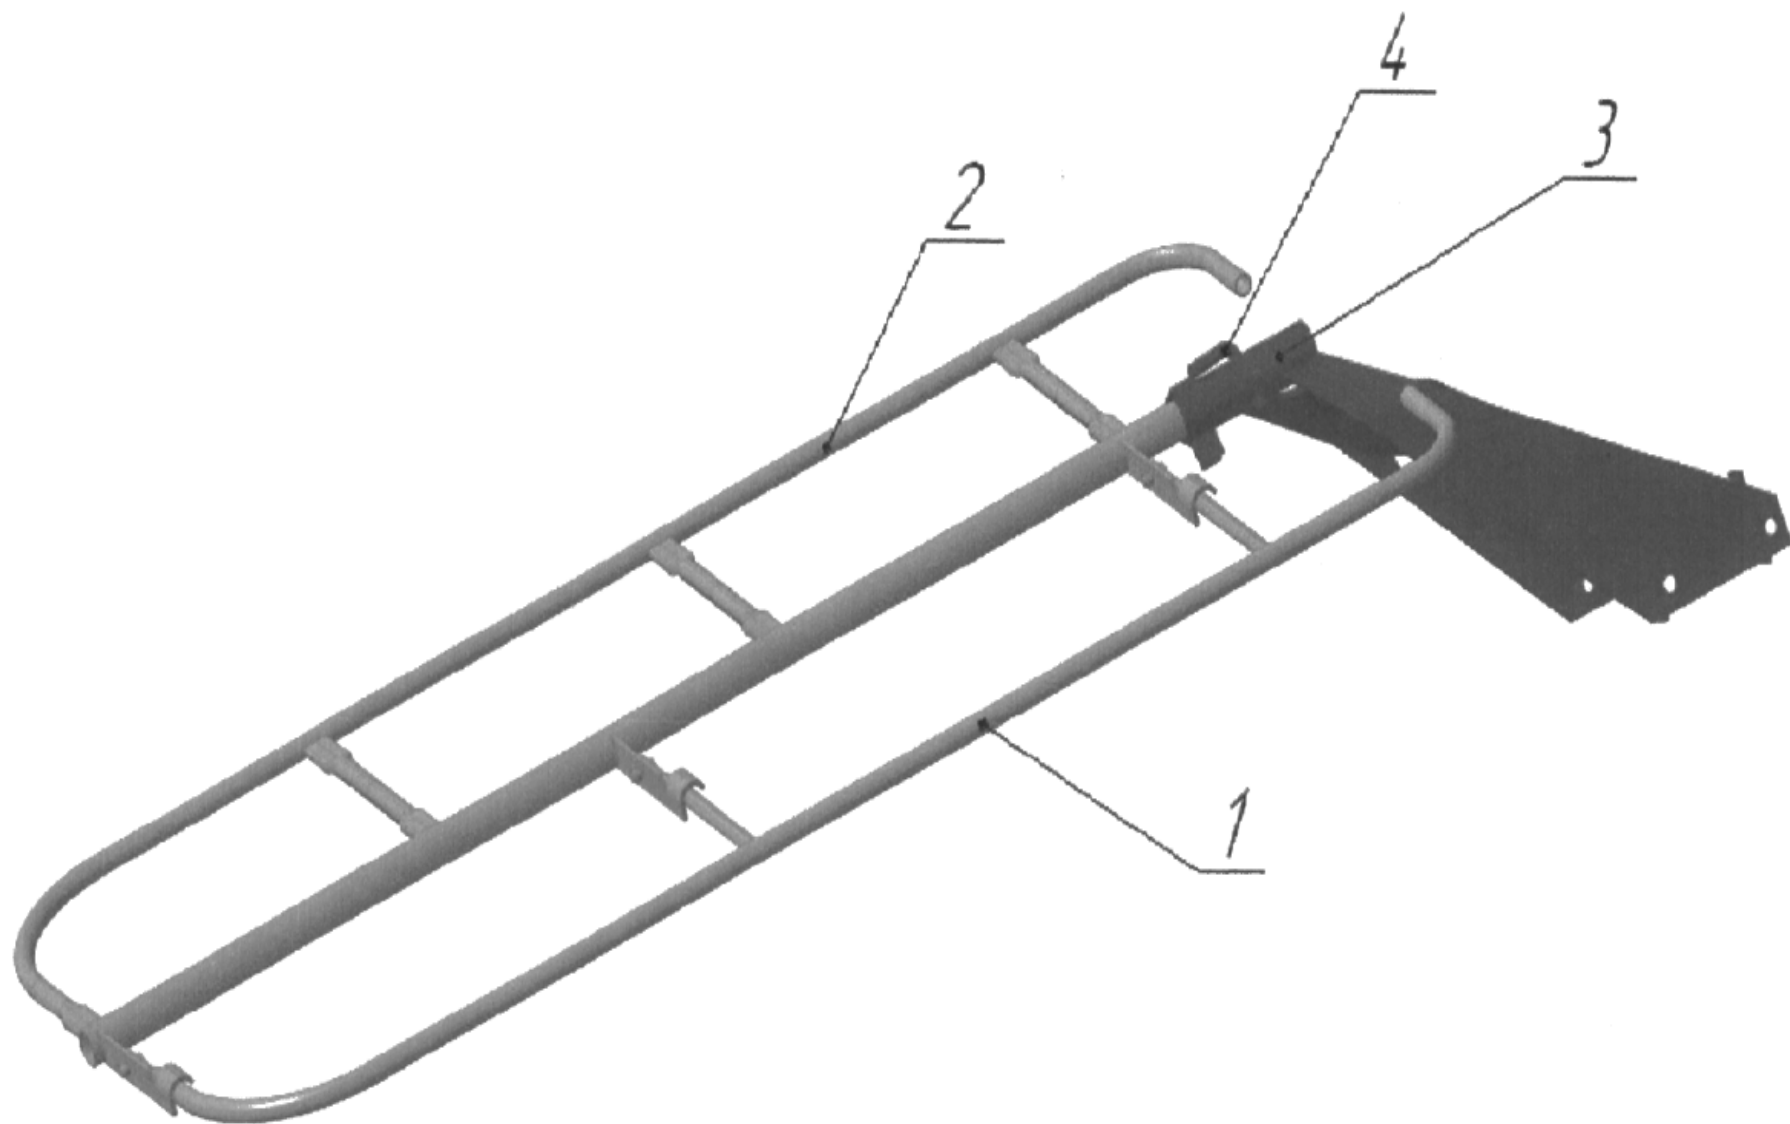

Рис. 17 Рамка ограждения
4.10 Ограждение режущего аппарата 10 (рис.1) обеспечивает безопасность механизатора на рабочем месте при работе косилки. Оно состоит из рамки ограждения и чехла. Рамка ограждения (рис.17) представляет собой трубчатую конструкцию, состоящую из двух секций 1 и 2, шарнирно соединенных между собой. Она крепится к кронштейну 3 при помощи хомута и штыря 4. Изготовленный из брезента чехол одевается на рамку и закрывает режущий аппарат.